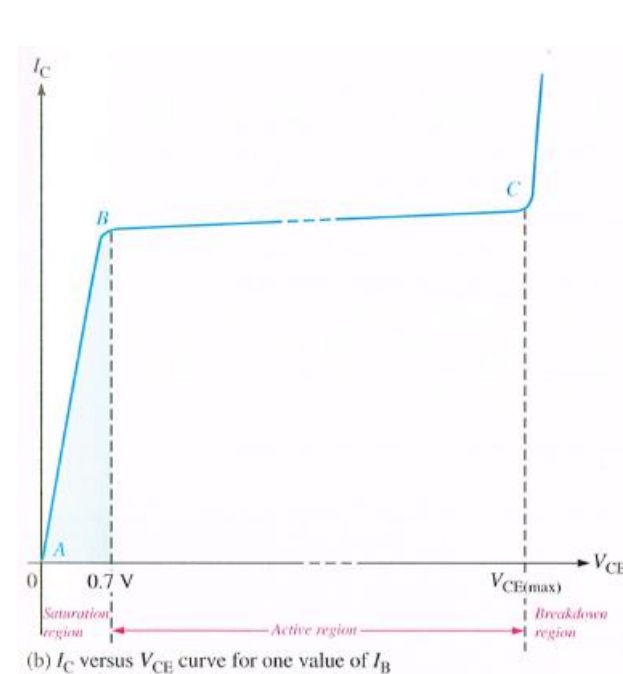

FIGURE 3-9 Collector characteristic curves.
- Circuit fig. 3-9(a) kan gebruikt worden om karakteristiek op te meten.
- I_B op een andere waarde instellen => analoge $I_C - U_{CE}$ -karakteristiek gevormd (fig 3-9(c)).